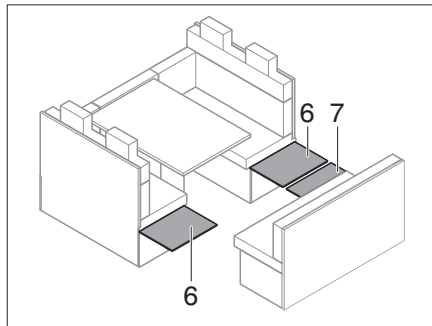

Fig. 220 Desplegar las paredes laterales
- Desplegar las paredes laterales de la caja del asiento (Fig. 220,6) y la pared delantera de la caja del asiento (Fig. 220,7).